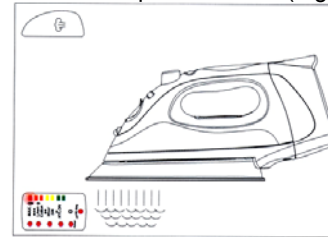

Fig. 2
4. Placez le fer sur son pied sur une surface stable et protégée et laissez-le chauffer durant environ deux (2) minutes, ou jusqu'à ce que les témoins de température à droite du panneau d'affichage à DEL cessent de clignoter.
5. Tournez le cadran de contrôle de vapeur variable à la droite afin d'augmenter la quantité de vapeur. Le fer emploie plus d'eau lorsque vous employez plus de vapeur. Il pourra être nécessaire de remplir le réservoir plus souvent. (Fig. 2)